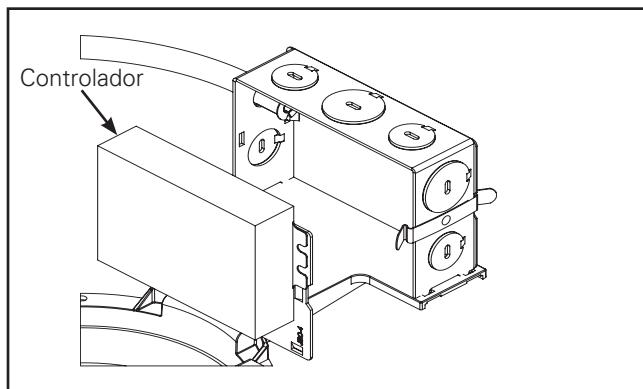

Figura 28.
2. Extraiga el controlador y la unidad de la cubierta de la caja de derivación. (Figura 28).